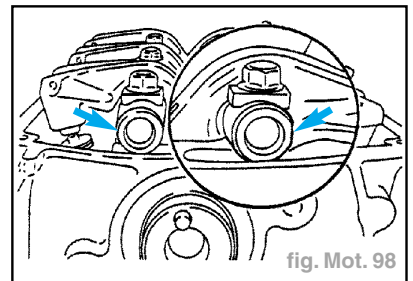

fig. Mot. 98
- Vérifier que le méplat de culbuteurs est dans la position indiquée sur l'illustration (fig. Mot. 98).